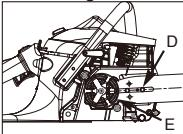

Fig. 3C
6. Pladsen den slidsede ende af sværdet over sværdbolten (D). Skub sværdet bag koblingstromlen (E), indtil det stopper. (Fig.3C)